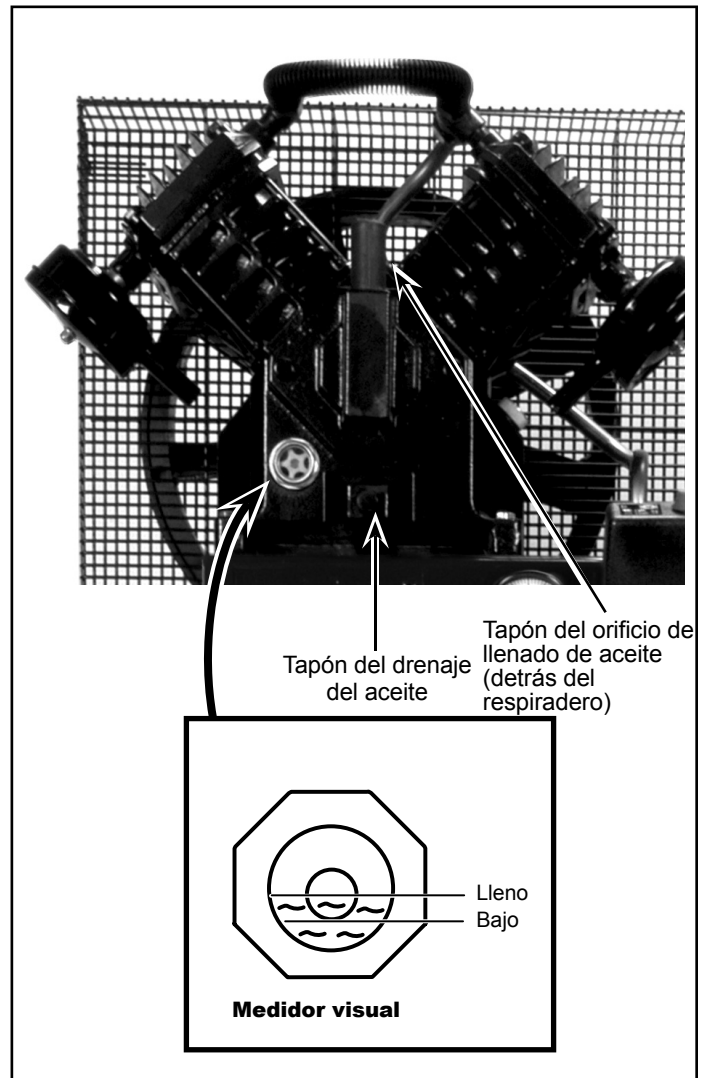

Figura 6 - Lubricación
**Llene hasta el centro del calibrador visual (ver Figura 6).**
Llene la bomba con aceite hasta el centro del calibrador visual usando la abertura de llenado de aceite (ver Figura 6). **NO llene la bomba a través de la abertura de la tapa de la válvula de aire ya que esto podría causar una pérdida de aceite y que la misma rociara durante el funcionamiento.**